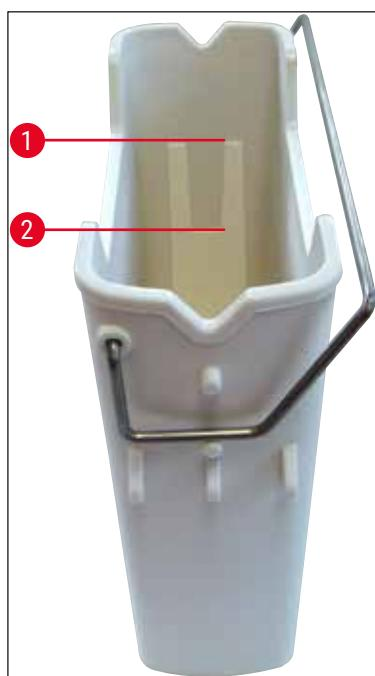

Рис. 17
- » Убедитесь, что ручка кюветы для реагентов правильно установлена на кювету для реагентов. Если это не так, закрепите ручку, как показано на (→ Рис. 17).